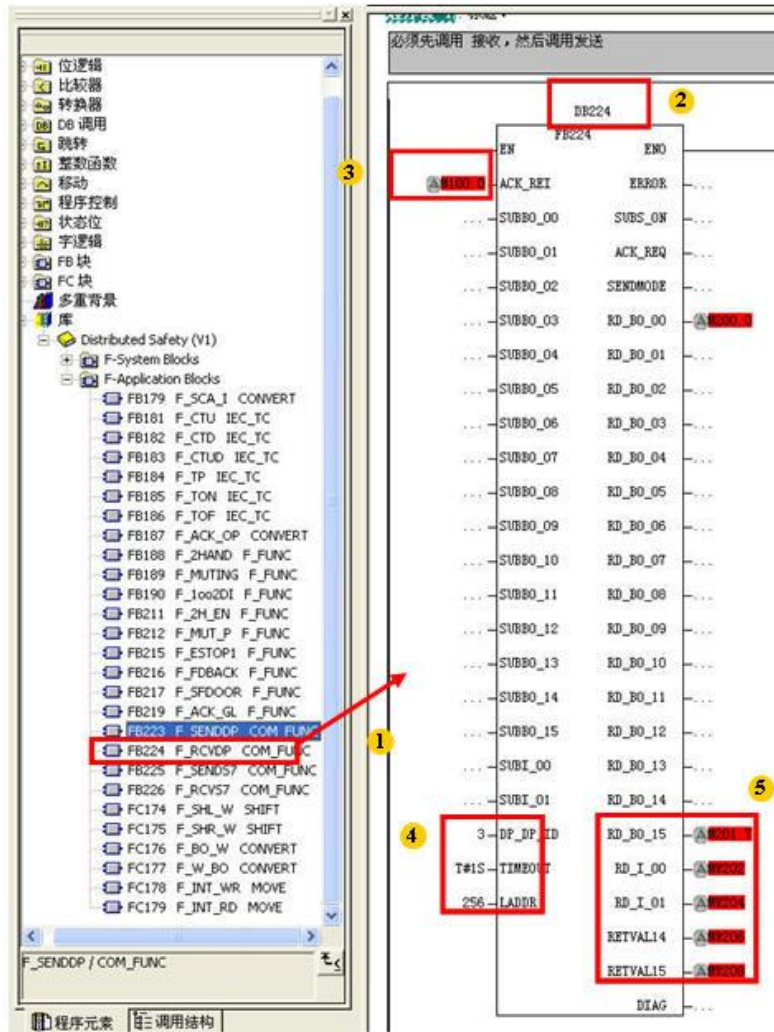

图 2-17 接收块程序
- 3) 调用 FB224 数据接收功能块。照图填写。注意：F 程序，必须先接收，再发送，即网络 1 为接收功能块，如图 2-17